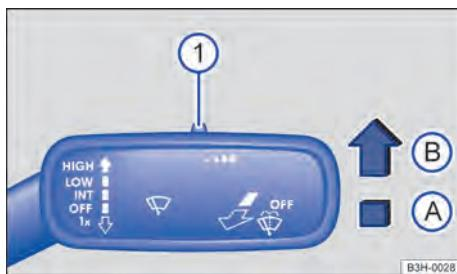

Fig. 78 À direita da coluna de direção: alavanca dos limpadores do para-brisa.
Pressionar a alavanca para a posição desejada → Fig. 78:
A sensibilidade do sensor de chuva pode ser ajustada manualmente com o interruptor na alavanca dos limpadores do para-brisa → Fig. 78 ① → ▲.